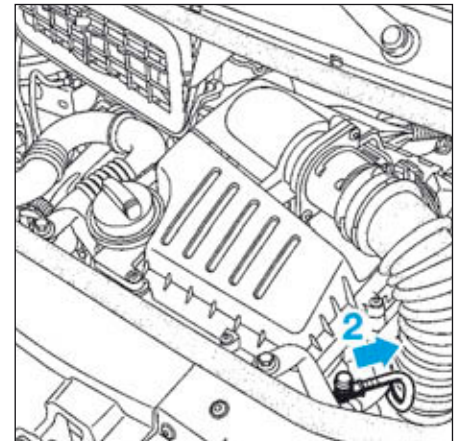

FIG.12
- Déclipper l'embout de purge (2) du circuit d'alimentation en combustible (Fig.12).